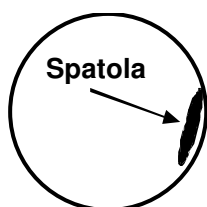

Fig. 1
7. Al termine della pre-mescolatura (qualche secondo), premere il pulsante di velocità rapida (lepre) e mescolare l'impasto premendolo con la spatola in posizione quasi piatta contro la parete interna della tazza (Fig. 1).